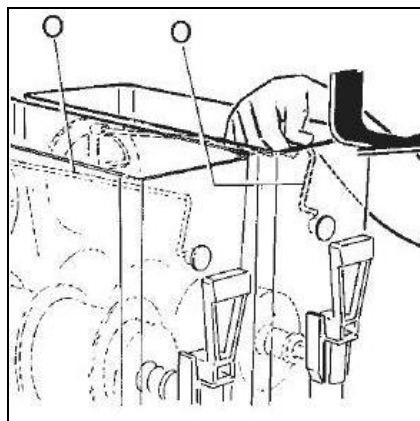

Fig. 11
- **P**rocedere al rimontaggio del dispositivo di miscelazione superiore (O) facendo in modo che la sua corona dentata sia in fase con quella inferiore in modo da facilitare il perfetto incastro del perno anteriore nella propria sede collocata sulla vasca (vedi fig. 11).